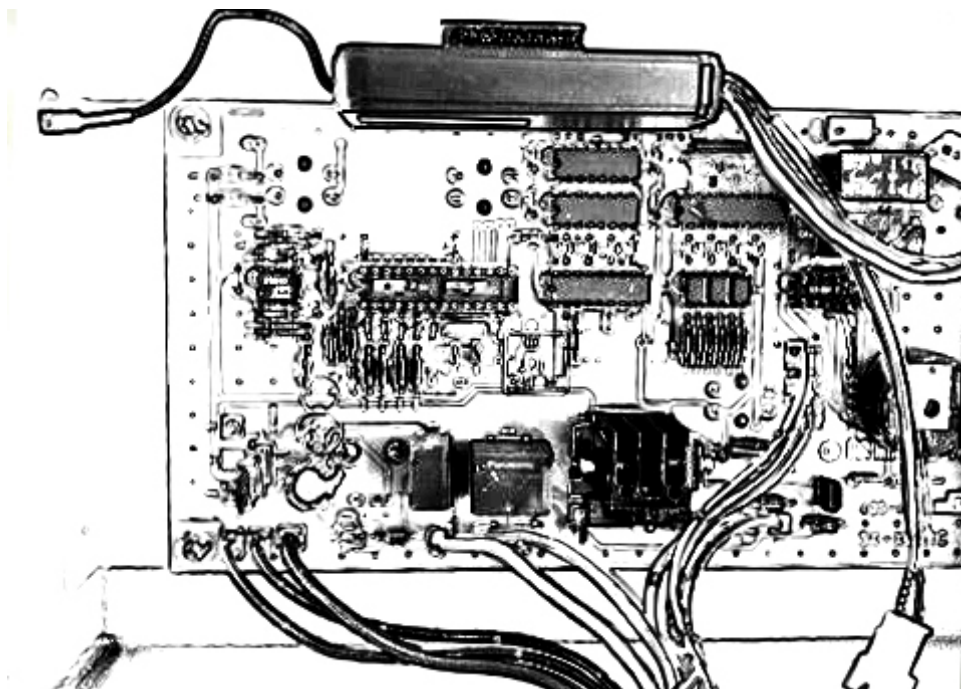

図 12-組込みユニット取付け状態
- (3) 組込みユニットを図12 のように取り付けます。アンテナコネクタ取付けは、シャトルボックス側面の樹脂蓋を外すか、側面に穴を(φ6.5)開けて取り付けてください。その際、アンテナコネクタに付いているOリングが取れないようご注意ください。